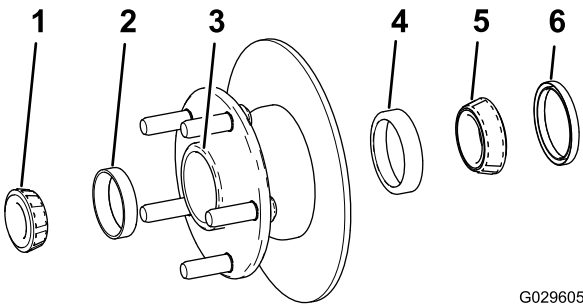

図 30
- ハブから外側のベアリングとベアリングレースを取る 図 30。
- ハブから、シール、内側のベアリングとベアリングレースを取る 図 30。
- ハブについているグリス、ごみなどをきれいに取り除く 図 30。
- ハブに、内側のベアリングレースと外側のベアリングレースを取り付ける 図 30。
- キャビティの5080程度にグリスを詰める 図 30。
- ハブの内側に内側ベアリングを取り付け、シールをはめる 図 30。